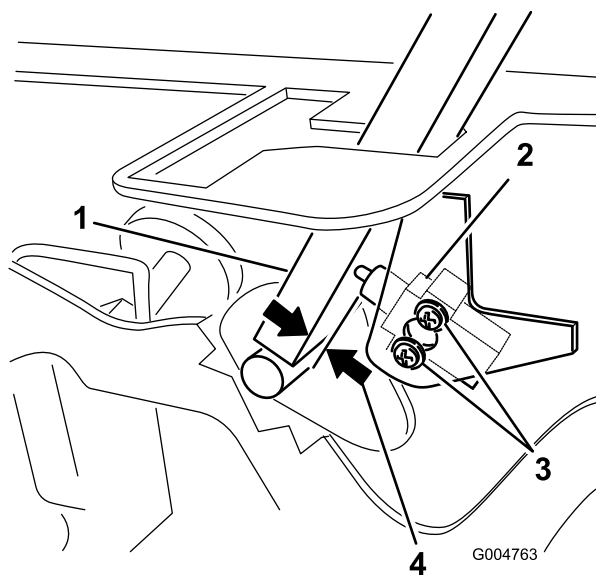

Рисунок 47
3. Ослабьте 2 винта крепления блокировочного выключателя (Рисунок 47).
4. Удерживая рычаг управления прижатым к раме, переместите выключатель в направлении рычага так, чтобы расстояние между рычагом и корпусом выключателя составляло 0,4–1 мм, как показано на Рисунок 47.